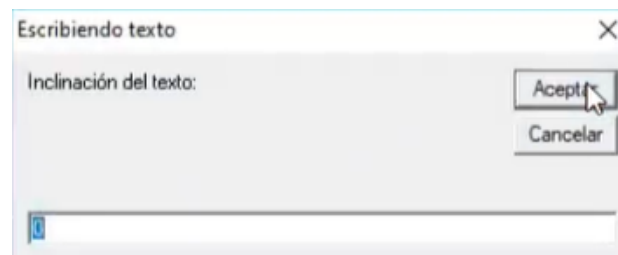

Figura 231. Inclinación del texto.
73. En la última ventana emergente, introducir una inclinación del texto adecuada y presionar “Aceptar”. Figura 231.